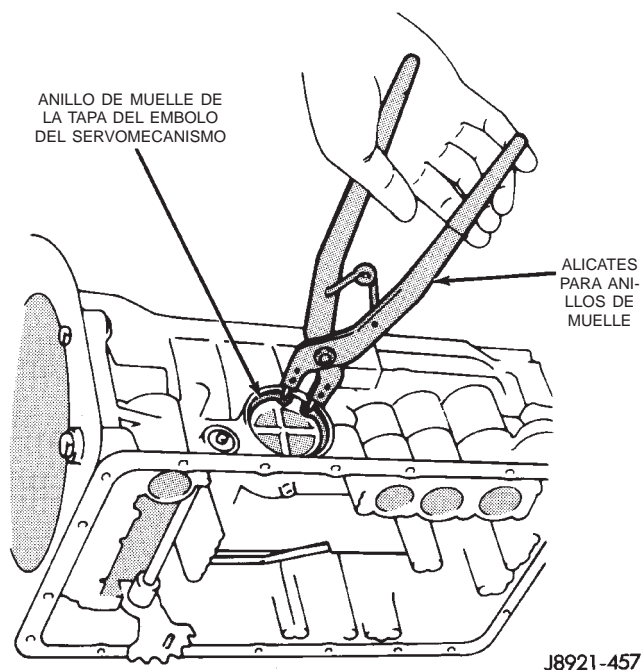

Fig. 73 Desmontaje e instalación del anillo de muelle de la tapa del émbolo del servomecanismo
(1) Retire el cuerpo de válvulas.
(2) Retire el anillo de muelle de la tapa del émbolo del servomecanismo con alicates para anillos de muelle (Fig. 73).